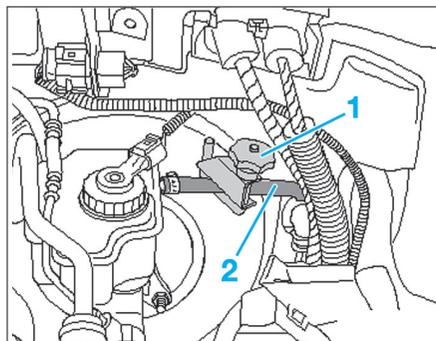

Fig. 9
- Mettre en place un pince-durcit (1) sur la canalisation d'alimentation (2) du cylindre émetteur (Fig.9).